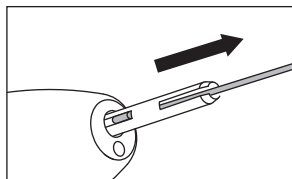

Fig. 3
- 2) Insérez l'extracteur de l'arrêt de fraise fourni dans la griffe. Retirez l'arrêt de la fraise en accrochant l'extracteur à la fente de l'arrêt de la fraise. (Fig. 3)